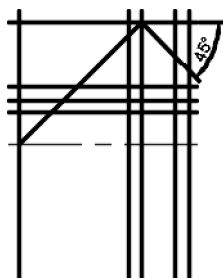

图 14-42 绘制斜线 2
(4) 绘制斜线 2。单击“默认”选项卡“绘图”面板中的“直线”按钮，绘制如图 14-42 所示的斜线。